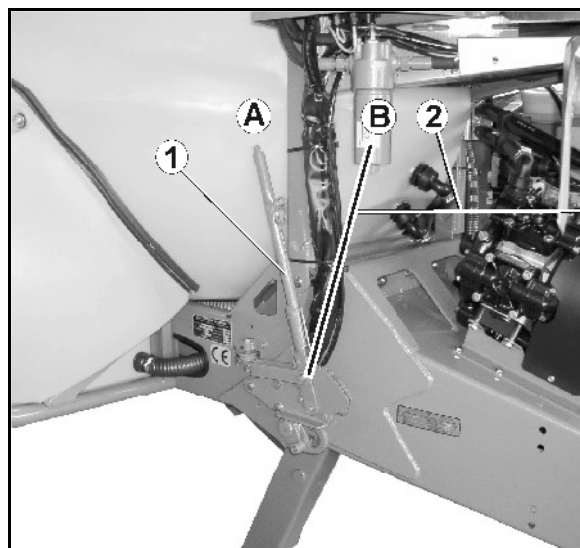

Рис. 32
- Стояночный тормоз (Рис. 32/1)
- Расторможенный (Рис. 32/A)
- Затянутый (Рис. 32/B)
- Тросик (Рис. 32/2)